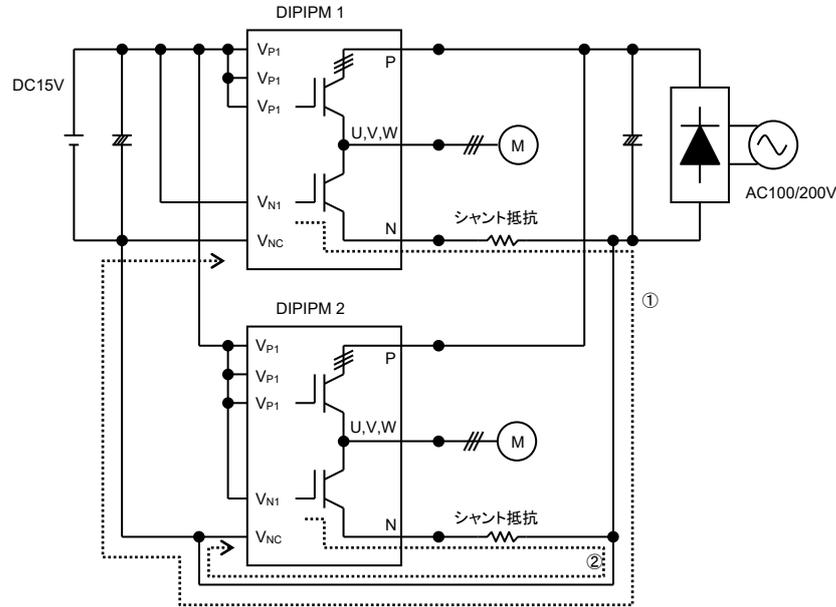

図 3-1-13 並列動作
図 3-1-13 に DIIPM を 2 台並列接続した場合の回路例を示します。DIIPM の下アーム IGBT のゲートチャージは、DIIPM 1 では①の経路、DIIPM 2 では②の経路で行われます。この経路が長くなりますと、配線インダクタンスも大きくなりますのでスイッチング動作に影響を与える可能性があります。(上アームのブーツストラップコンデンサの充電にも影響を与える可能性があります。) また、ノイズの影響を受け易く誤動作の要因となります。並列数が多ければ多いほど、このGNDパターンは長くなりますので、GND 電位の変動による他の回路への影響(電源、保護回路動作等)も考えられますので推奨いたしません。電気的には、動作可能と考えますが、上記項目に注意し評価検討をお願いします。